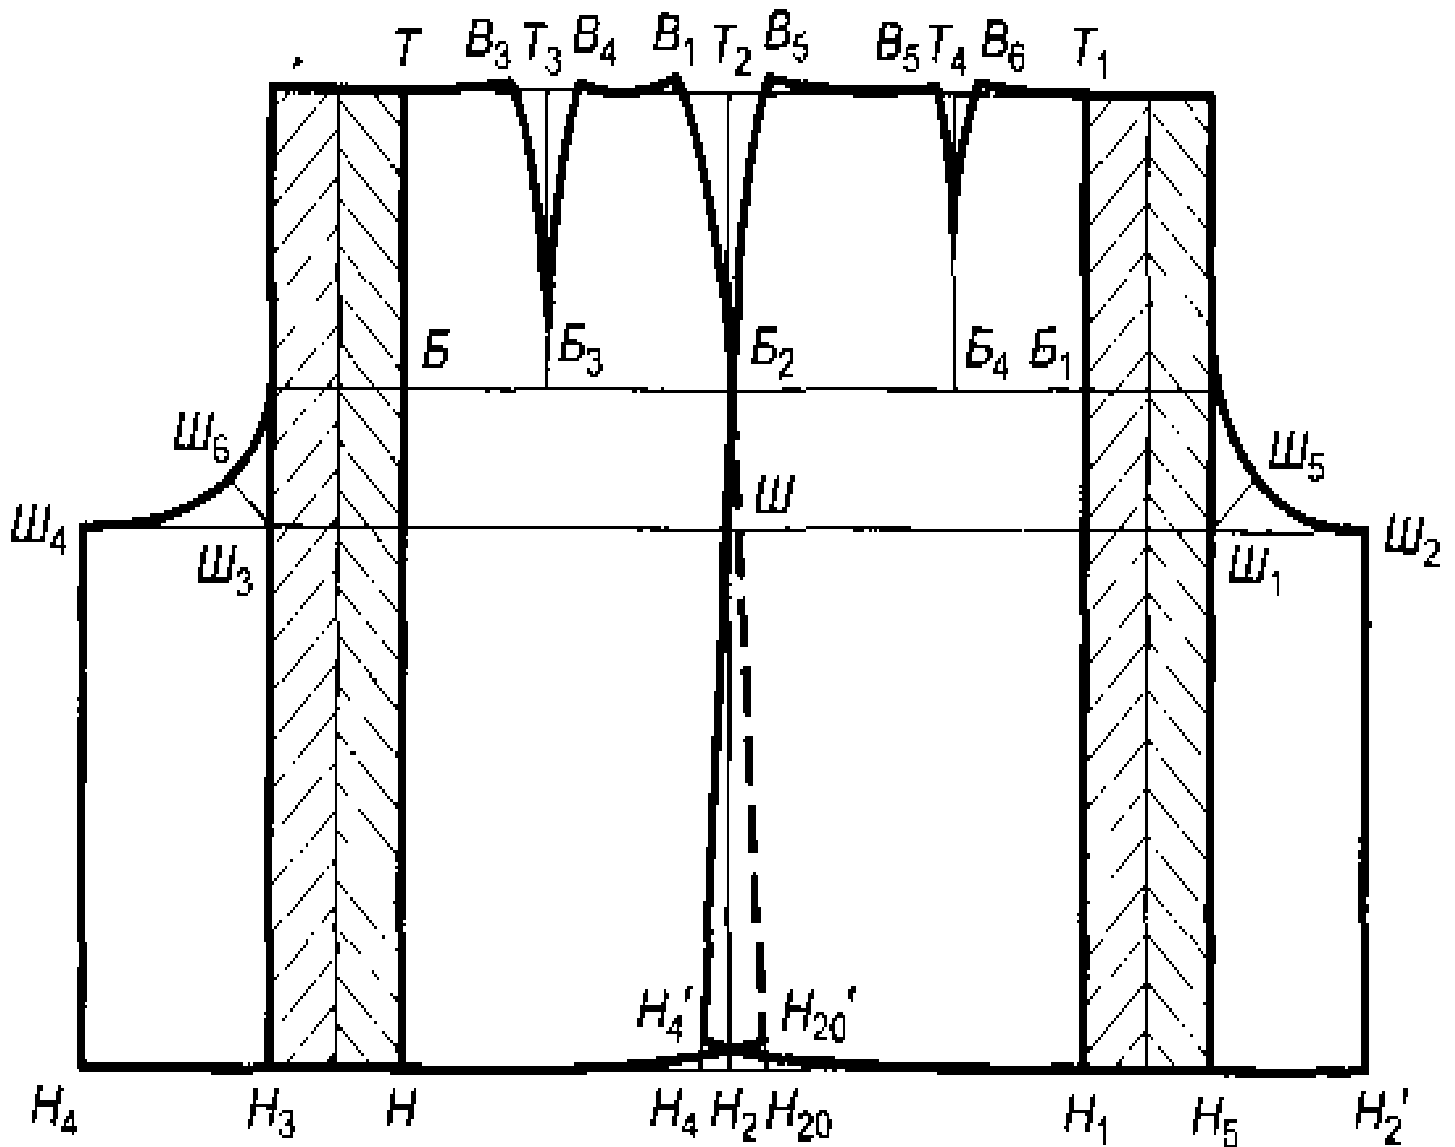

Рис. 1 Кресленик конструкції жіночої спідниці-штанів прямого силуету
**Побудова кресленика задньої і передньої частин спідниці-штанів (рис. 1)**